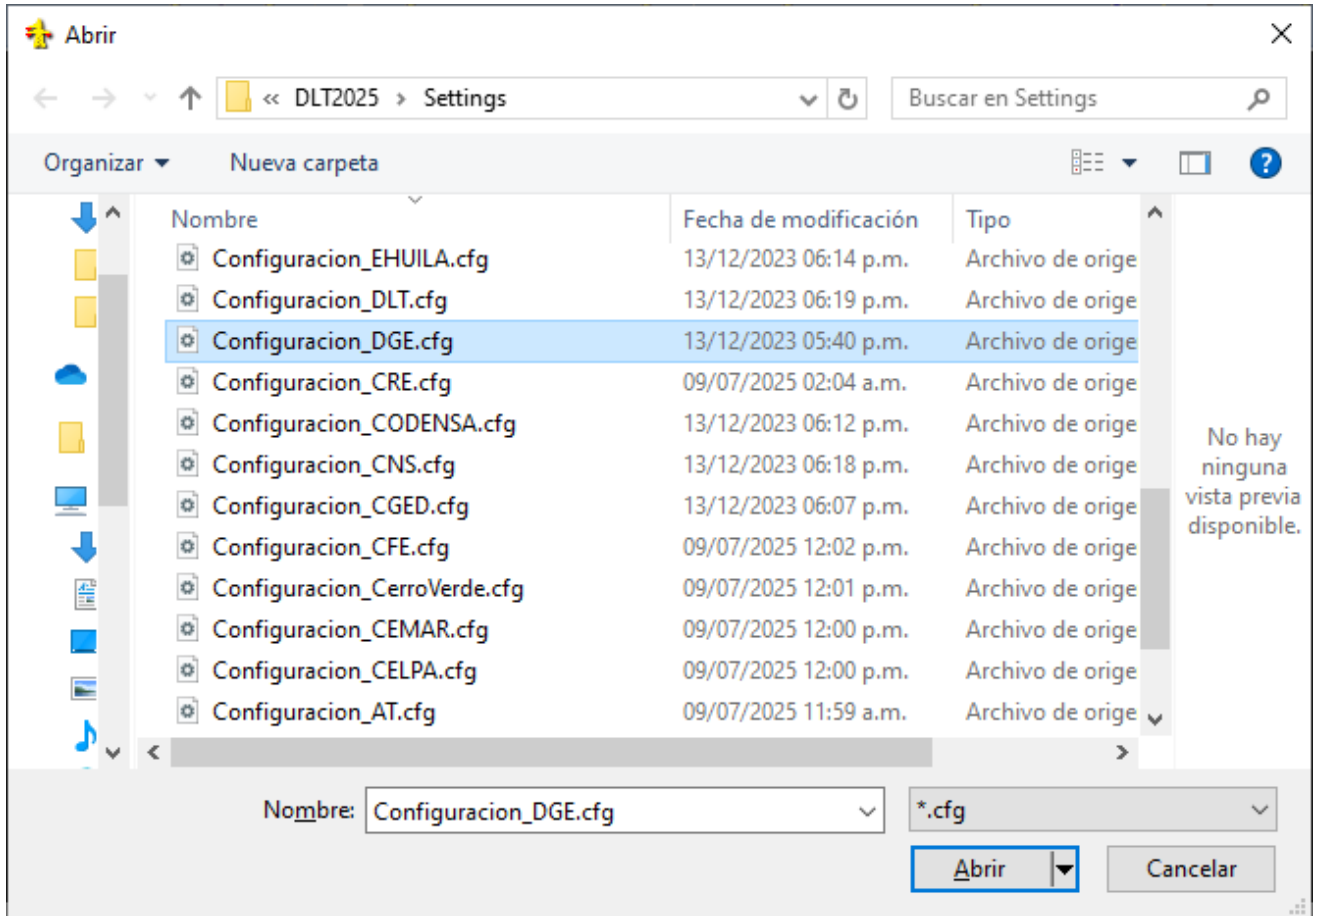

Fig. 2.2
- De la ventana emergente, seleccionar la configuración según su norma. Por ejemplo, para proyecto realizados en Perú seleccionar “Configuración_DGE.cfg” (ver Fig. 2.2).
- Seleccionar “Configuración_DGE.cfg” (ver Fig. 2.2).